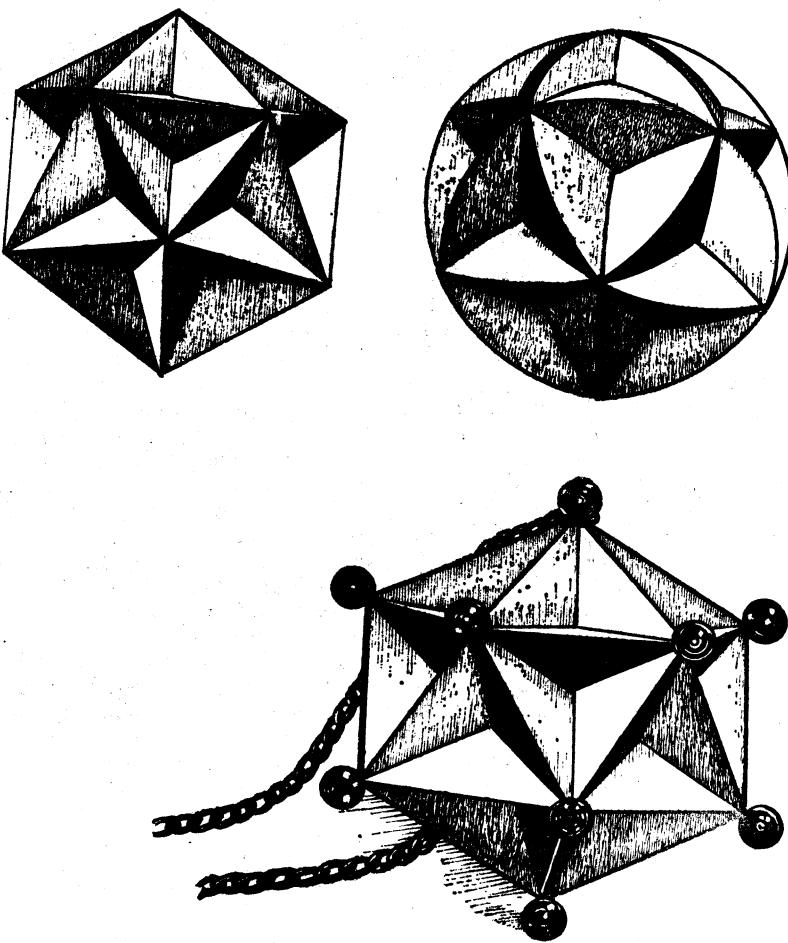

Рис. 18. Звездчатый кристалл [додекаэдр] и звездчатый шар, выполненные из заготовок одного размера. Звездчатый кристалл — женское украшение
**Звездчатый кристалл «ежик» и звездчатый шар.** Изображенный на рис. 18, а многогранник — малый звездчатый додекаэдр. Небывало красивая симметричная форма многогранника делает его своеобразным декоративным украшением. Оригинальность многогранника-кристалла заключается в том, что его пятиконечные звезды имеют общие концы с такими же соседними звездами. То есть, глядя на конец звезды, мы мысленно можем его связать с одной или со второй звездой, и так равномерно по всей поверхности кристалла.
Можно также сохранить линию каждого конца звезды как дугу, лежащую на поверхности шара. Для этого и стенки выемок придется делать не плоскими, а выпуклыми. Такую поделку скорее можно назвать звездчатым шаром (см. рисунок 18), чем кристаллом. Звездчатый шар смотрится более компактно, держит общую форму и больше подойдет в качестве составной детали композиции для таких изделий, как подвеска к люстре, нижняя часть стойки светильника и т. д. Фигурные шары со звездами выгодно использовать и для оформления вершин боковых колонн входной арки, например в пионерлагере.
Небольшая поделка из красивой древесины будет очень хороша в качестве нагрудного украшения. В этом случае целесообразно в вершины пятиконечных звезд вставить обломанные концы булавок со стеклянными головками (см. рисунок 18).